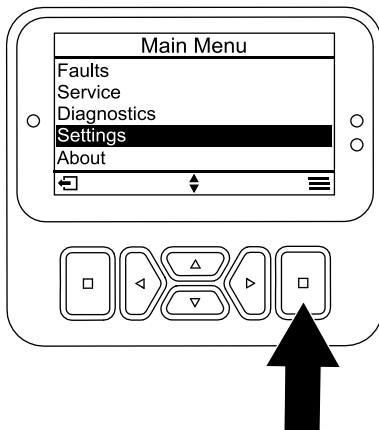

Figure 25
1. Dans le menu PRINCIPAL, naviguez jusqu'au menu RÉGLAGES et appuyez sur le bouton de sélection (Figure 25).